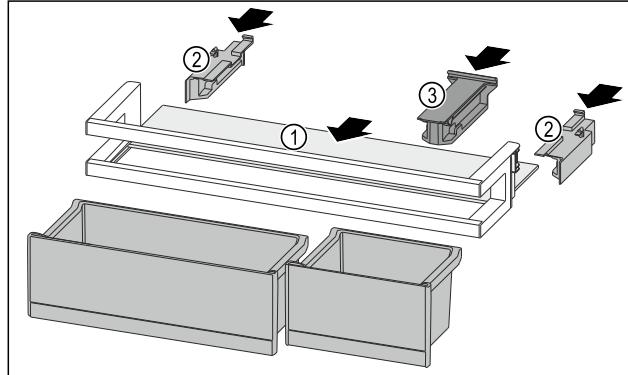

Fig. 135
- ▶ Abstellfläche Fig. 135 (1) in die seitlichen Aussparungen einschieben.
- ▶ Seitenteile Fig. 135 (2) einsetzen.
- ▶ Halteteil Fig. 135 (3) einsetzen.